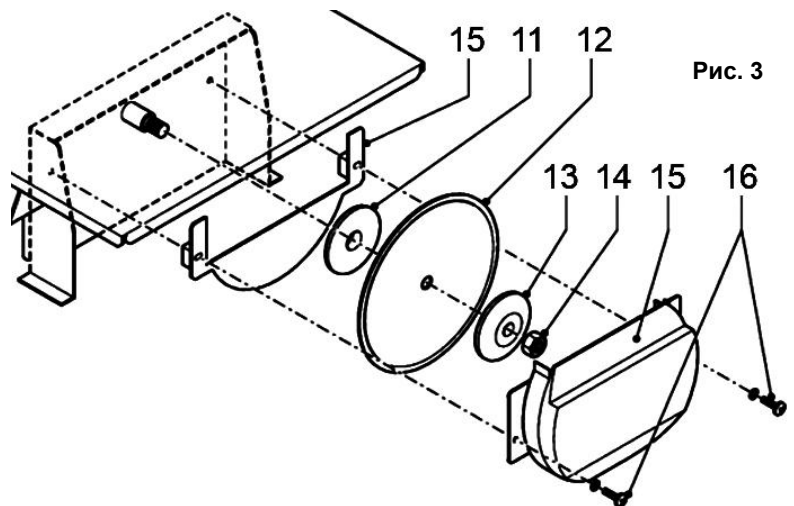

Рис. 3
Установка и замена отрезного диска (См. Рис.3)
- Демонтируйте защитный кожух (15), открутив крепящие винты (16)(См. Рис.3).
- Удерживая гаечным ключом шпindelь, вторым гаечным ключом открутите гайку (14), снимите внешний фланец (13).
- Демонтируйте старый отрезной диск (12) и внутренний фланец (11).
- Установите на шпindelь внутренний фланец (11) и новый отрезной диск (12).
- Установите обратно внешний фланец (13).
- Установите на место гайку (14) и крепко затяните ее.
- Установите защитный кожух (15). Крепко затяните винты (16).